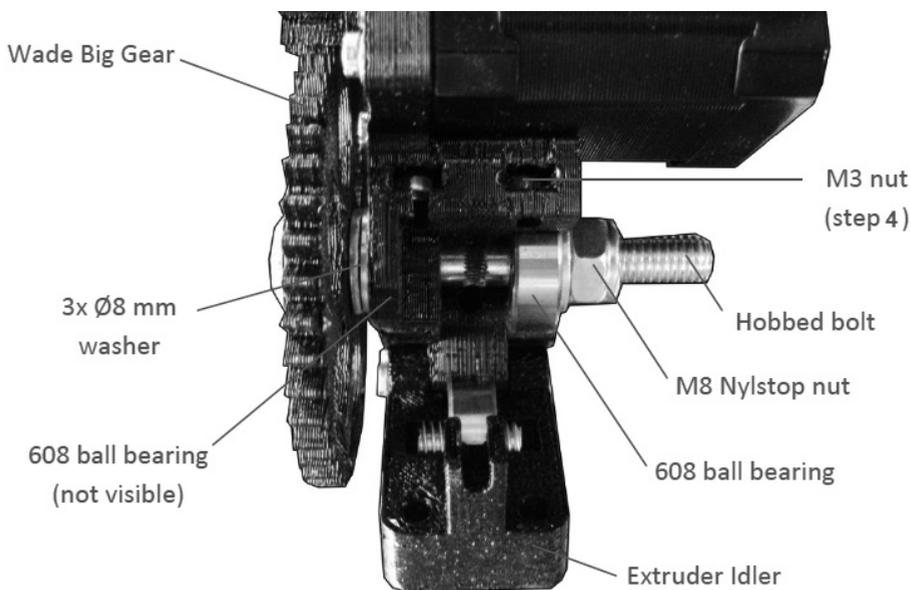

图 3-59 Wade Big Gear 的装配
(3) 将 Wade Big Gear 齿轮装入 Hobbed Bolt 特制螺钉中，接着垫入两片 $\text{Ø}8$ 的垫片，两个 608 的滚珠关节轴承，然后再垫上一片 $\text{Ø}8$ 垫片，最后用 M8 的锁紧螺母将其全部固定在 Wade Extruder Body 中，如图 3-59 所示。